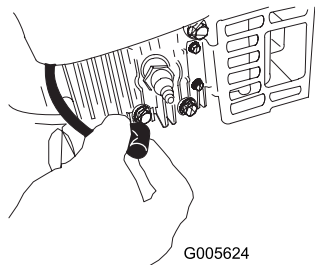

Figura 28
2. Desconecte el cable de la bujía antes de realizar cualquier procedimiento de mantenimiento (Figura 28).